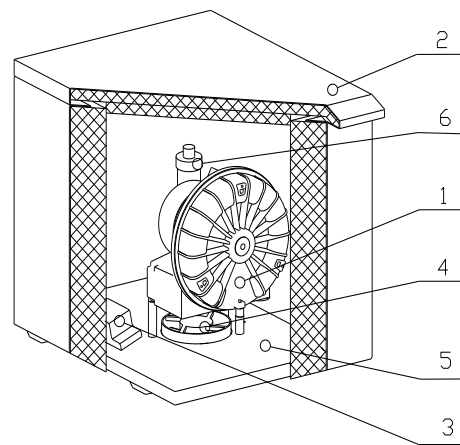

Bild.1
Das Aggregat der Absaugeinheit (1) (Bild 1) erzeugt im pneumatischen Verteilungsnetz einen Unterdruck, wodurch Fremdkörper aus dem Arbeitsfeld des Arztes absaugt und in den Separator der Dentaleinheit abführt werden. Hinter dem Separator strömt reine Luft über das Absaugaggregat und den Schalldämpfer (6) in den Abluftschlauch, der die Luft in die Umgebung außerhalb des Behandlungsraums abgibt. Das Absaugaggregat wird über das Steuermodul (3) bei Anliegen des Signals von der Dentaleinheit (24V/0.1A DC/AC) oder durch das Einschalten des Schalters eingeschaltet. Das Aggregat ist auf der Basisplatte (5) über dem Kühlungsventilator (4) positioniert, welcher eine Zwangszirkulation der Luft im Gehäuse (2) erzeugt. Das Metallgehäuse ist mit einer schalldämpfenden Isolation ausgekleidet, die den Geräuschpegel wirksam reduziert. Weiterhin steht das Gehäuse auf kleinen Füßen, wodurch ein ausreichender Austausch von Kühlungsluft, die durch den Spalt zwischen dem Gehäuse und dem Boden zugeführt wird, gesichert ist. Die Kühlungsluft wird über die Öffnung in der Hinterwand des Gehäuses ausgeblasen.